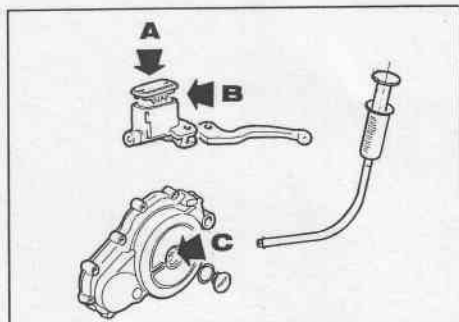

Fig. 14
- 2) Assicurarsi che il serbatoio della leva frizione sia in posizione orizzontale; togliere il coperchietto "A" e la guarnizione "B". (Fig. 14)
- 3) Aprire il tappo sul coperchio motore sinistro ed avvitare la siringa piena d'olio con il condotto trasparente nel punto "C". (Fig. 14)
- 6) Rimontare la guarnizione "B" ed il coperchietto "A". (Fig. 14)